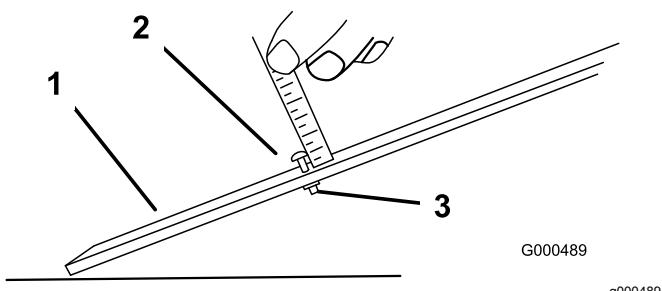

Figura 13
1. Allentate il dado sulla barra di misura e posizionate la vite di regolazione all'altezza di taglio opportuna (Figura 13).